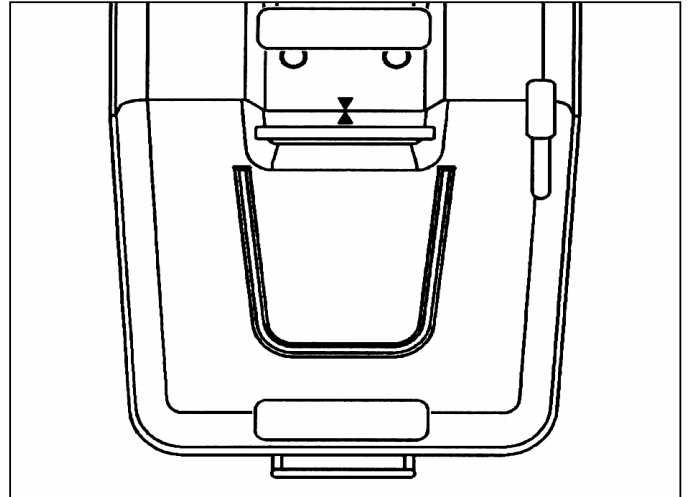

Fig. 7
3. Lorsque le bac est en place, coller l'étiquette représentant un triangle sur le bac, en coïncidence avec celui situé à l'arrière du tracteur. Ceci pour faciliter les démontages et remontages ultérieurs (fig.7)